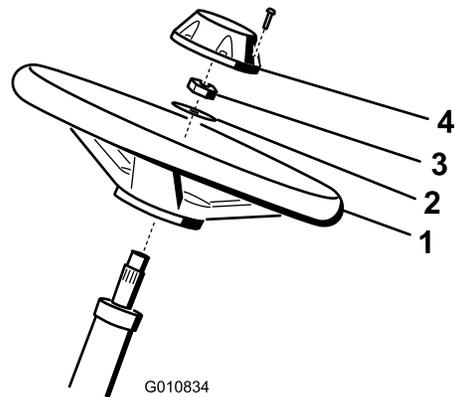

图 6
- 将方向盘滑入转向轴（图 6）。
- 将垫圈滑入转向轴（图 6）。
- 使用锁紧螺母将方向盘固定到转向轴上，上紧扭矩至 27~35 N·m（图 6）。
4. 将中心盖安装到方向盘上，并用 6 个螺栓固定（图 6）。